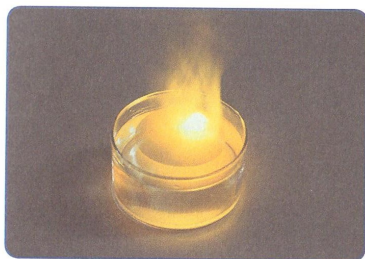

Рис. 48. Взаимодействие натрия с водой
1. Щелочные и щёлочноземельные металлы активно взаимодействуют с водой (рис. 48):